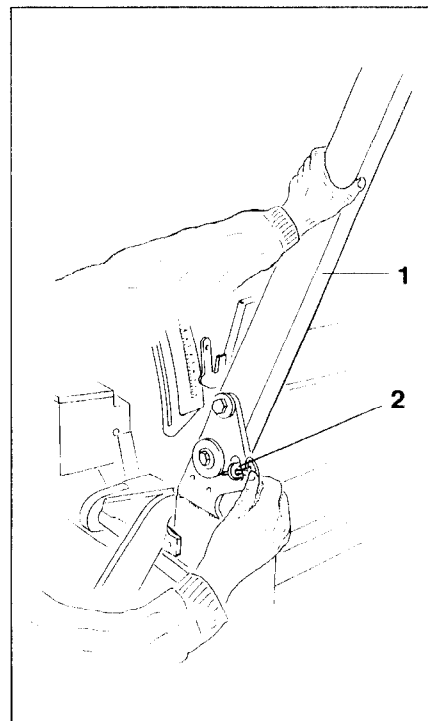
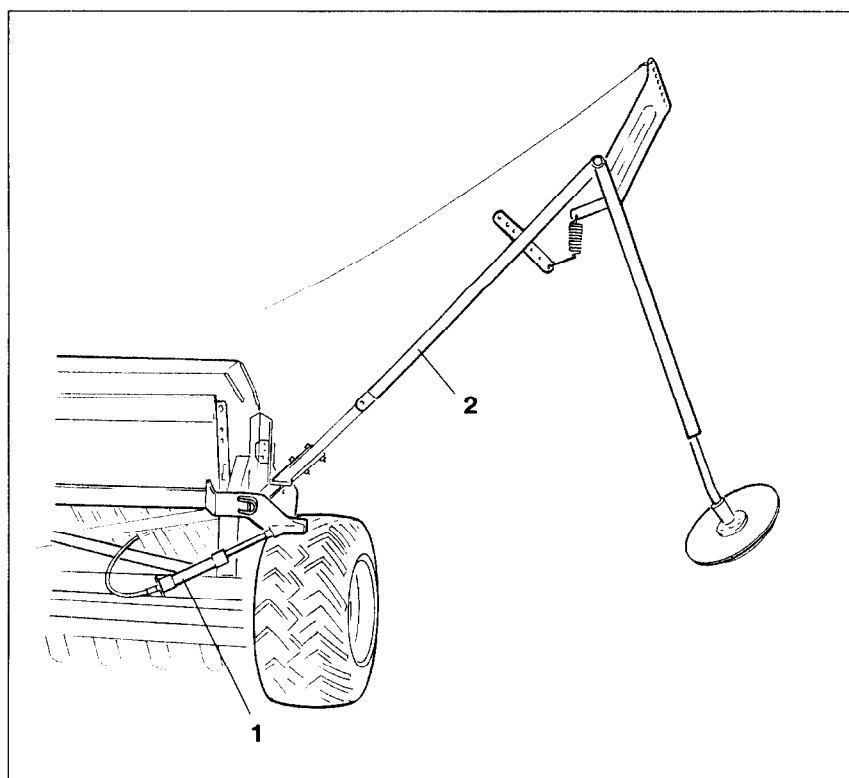

Fig. 10.10
Fig. 10.12
- tenez fermement le bras de support du traceur (fig. 10.10/1) et retirez la goupille agricole (fig. 10.10/2).
Si les bras supports de traceurs sont équipés avec vérins hydrauliques (fig. 10.12/1), le bras support de traceur a alors tendance à s'incliner latéralement (fig. 10.12/2) après que la goupille agricole (fig. 10.10/2) ait été retirée.